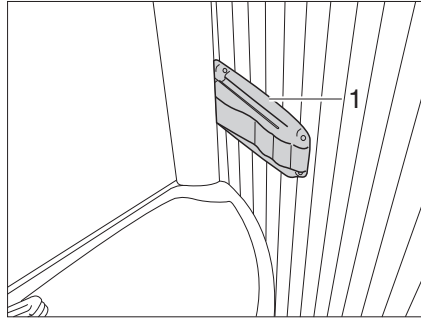

Fig. 230 Inodoro Vario, bloqueo de la pared de la ducha
- Apretar el bloqueo (Fig. 230,1), a la derecha, en el borde del lavabo y tirar levemente del lavabo. El lavabo se mueve con la pared dorsal hacia delante.